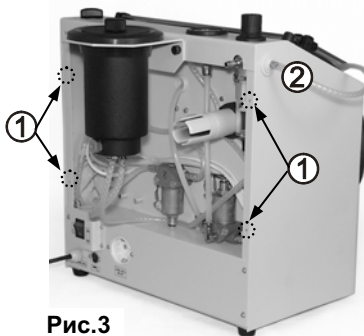

Рис.3
**Для конструкции рис.3:**
1. Снять заднюю стенку, открутив 4 винта (1).
2. На левой боковой стенке вынуть пробку из отверстия (2).
5. Установить заднюю стенку на место и закрутить винты (1).